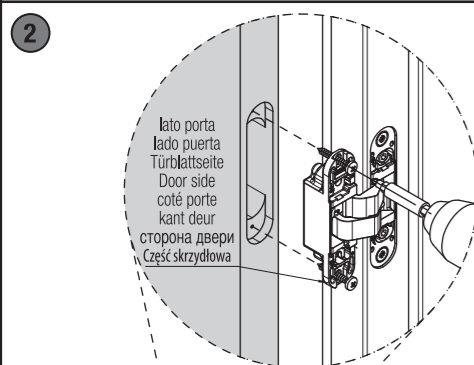

FIG.2
* Montare la porta sullo stipite alloggiando le cerniere nelle rispettive fresate (fig.2). Fissare le cerniere con le viti.
* Instalar la puerta en el marco, alojando las bisagras en los correspondientes mecanizados (fig. 2). Fijar las bisagras con los tornillos.
* Das Türblatt an der Zarge anbringen und die Türbänder in die jeweiligen Fräsungen einsetzen (Abb. 2). Die Türbänder mit den dafür vorgesehenen Schrauben befestigen.
* Monteer het deurblad in de omkasting door de scharnieren in de passende uittreuzingen te plaatsen. (fig.2) bevestig de scharnieren met de gepaste schroeven.
* Установить дверь на дверной коробке, поместив петли в соответствующие пазы (рис.2). Зафиксировать петли предназначенными шурупами.
* Dopasuj skrzydło do ościeżnicy i umieść zawiasy w gniazdach ościeżnicowych (rys.2). Przykręć je odpowiednimi wkrętami.